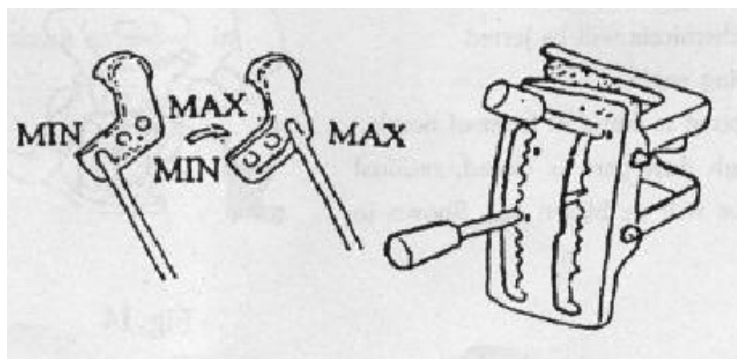

Рис. 12
- 2) Опыление. Отрегулируйте скорость расхода, меняя положение рычажка опылителя в коромысле. См. Рис. 12.